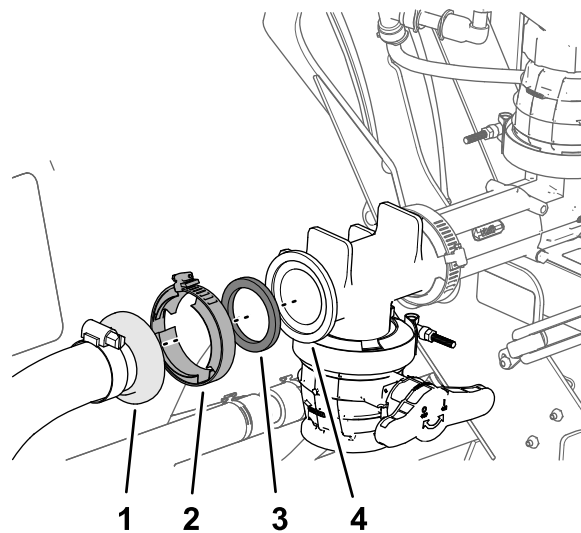

Figura 30
- Ataai fittingul inelat drept al ansamblului furtunului ejectorului la flana fittingului în T pentru ejector folosind o garnitură și o clemă de flană și strângei clemă manual (Figura 30).